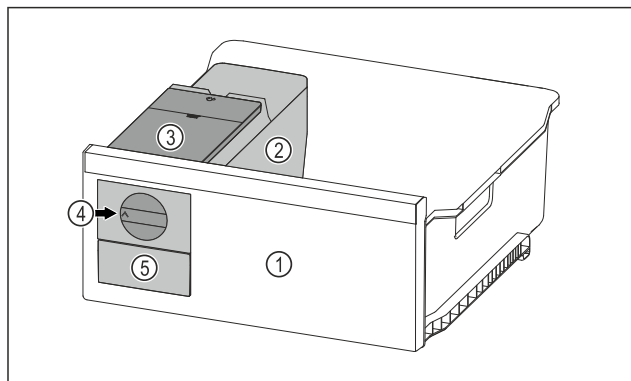

Fig. 163 Reprezentare exemplificatoare
- Rotiți butonul rotativ Fig. 163 (4) în sens orar până la opritor.
- Cuburi de gheață cad din tava pentru cuburi de gheață în sertarul pentru cuburi de gheață Fig. 163 (5).